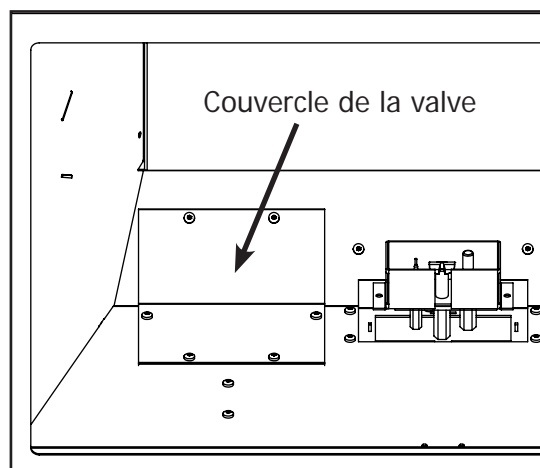

Figure 21: Couvercle de la valve et support du brûleur.
3. Utilisez un tournevis T-20 pour retirer les six vis qui maintiennent le couvercle de la vanne en place (indiqué à la figure 21).